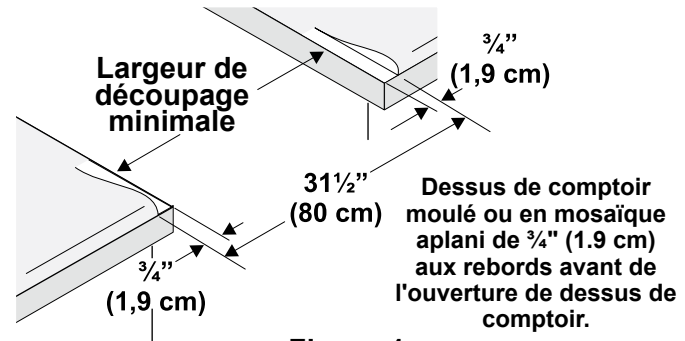

Figure 1
- Les dessus de comptoir au rebord avant moulé doivent être aplanis de 3/4" (1,9 cm) à chaque coin avant de l'ouverture (Figure 1).
- Il est possible qu'il soit nécessaire d'araser de 3/4" (1,9 cm) les dessus de comptoir en mosaïque à chaque coin avant et/ou d'aplanir le rebord arrondi (Figure 1).